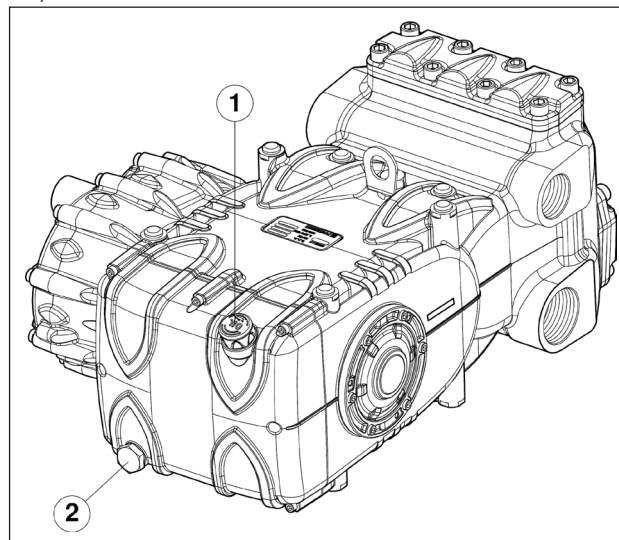

Fig. 3
Controlar el nivel de aceite y si es necesario repostar con el nivel de aceite pos. ①, Fig. 3.
El control correcto del nivel de aceite se realiza con la bomba a temperatura ambiente, el cambio de aceite va realizado con la bomba a temperatura de funcionamiento retirando el tapó pos. ②, Fig. 3.